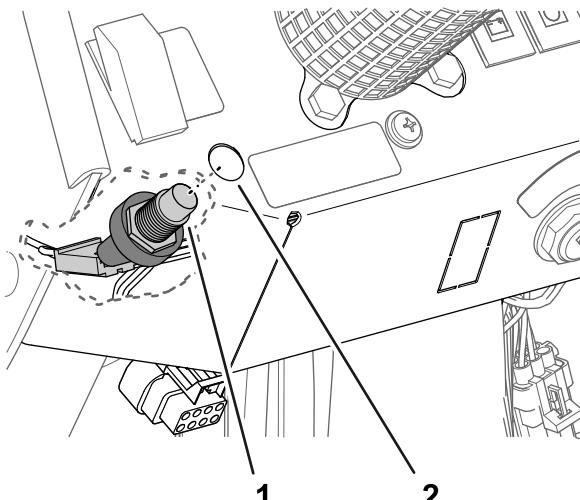

Figura 26
5. Da sotto la plancia, allineate il corpo dell'interruttore dell'avvisatore acustico attraverso il foro (Figura 26) nella plancia che avete realizzato al passaggio 1.